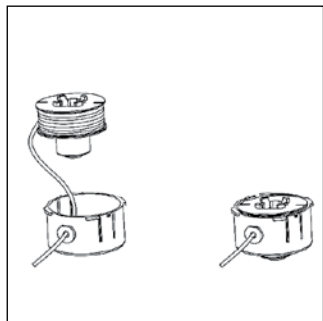

Рис. 15
4. Убедитесь, что нейлоновая леска правильно закреплена: нажмите кнопку катушки, вытягивая леску пальцами. Она должна легко выходить (рис. 15).